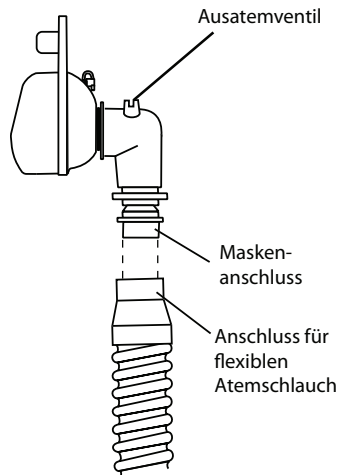

Abb. 5-3 Anschließen einer Maske mit integriertem Ausatemventil
- A. Bei Verwendung einer Maske mit eingebautem Ausatemventil den Maskenanschluss an den flexiblen Atemschauch anschließen (siehe Abb. 5-3).